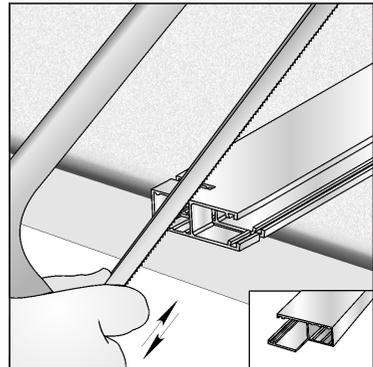

Abb. 04
- (bei Bedarf) Abkanten der Schienen und nachfolgendes Entgraten der Kanten (Abb. 04, 07);